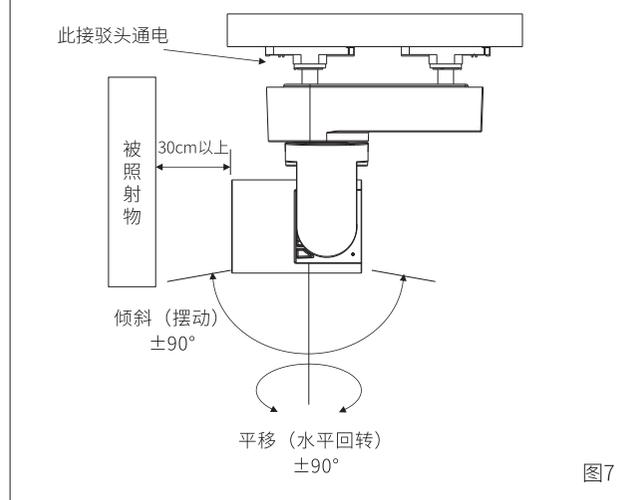

图7
8. 灯具安装好后, 灯体可水平旋转±90°, 倾斜摆动±90° (图7) ;